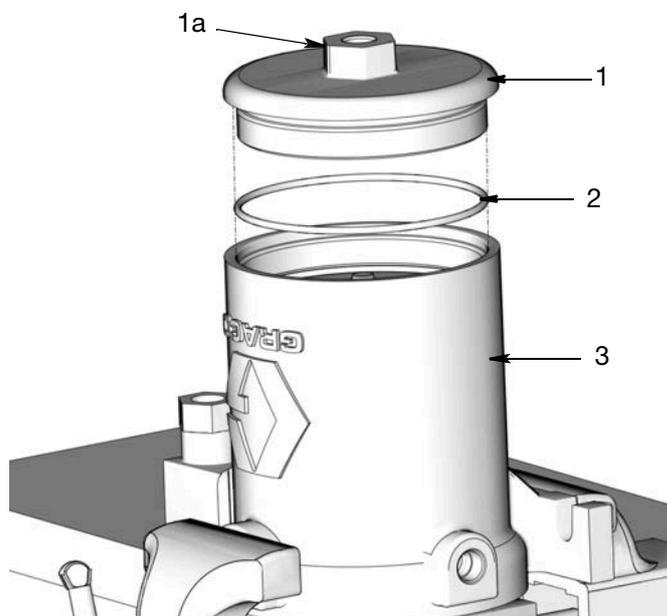

FIG. 35
10. Aplique una capa fina de grasa en la junta tórica de la tapa (2). Coloque la junta tórica de la tapa (1) (FIG. 35).
11. Monte la tapa en la base del cilindro del motor neumático (3). Aplique presión con la mano para ayudar a asentar la tapa y a comprimir el muelle. Con una llave ajustada en la tuerca (1a), gire y apriete la tapa firmemente y apriete después a un par de 37,9 - 43,4 N.m (28 - 32 lb-pie) FIG. 35.